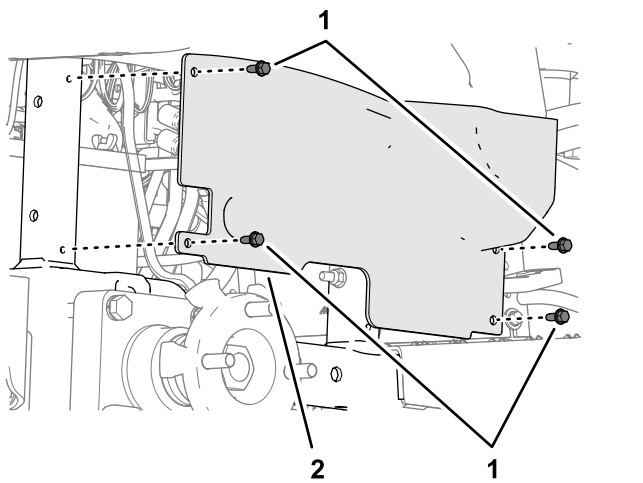

Figure 31
3. Retirez les 4 vis à embase ($\frac{1}{4} \times \frac{5}{8}$ po) qui fixent le panneau de protection de la roue sur le cadre de la machine (Figure 31).
6. Alignez les trous du panneau de protection de la roue et ceux du cadre de la machine (Figure 31), puis fixez le panneau de protection au cadre à l'aide des 4 vis à embase ($\frac{1}{4} \times \frac{5}{8}$ po) que vous avez retirées à l'opération 3.